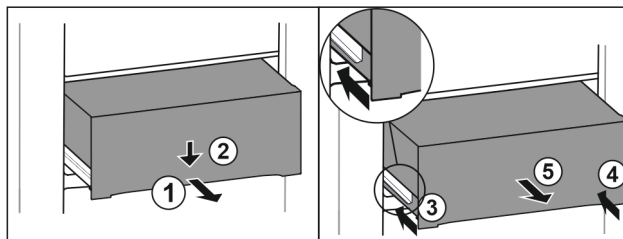

Fig. 113
- ▶ Tirer le tiroir jusqu'à mi-chemin. Fig. 113 (1)
- ▶ Appuyer sur l'avant du tiroir vers le bas. Fig. 113 (2)
- ▶ Insérer le rail gauche d'env. 2 cm. Fig. 113 (3)
- ▶ Insérer le rail droit d'env. 2 cm. Fig. 113 (4)
- ▶ Retirer le tiroir par l'avant. Fig. 113 (5)